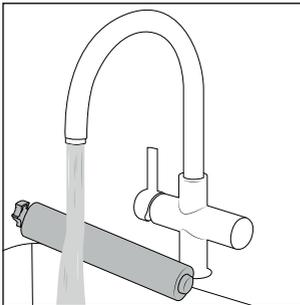

Fig. 35
- ◆ Curățați protecția de stopire **7** și rola perie **6** sub jet de apă caldă (a se vedea fig. 35).